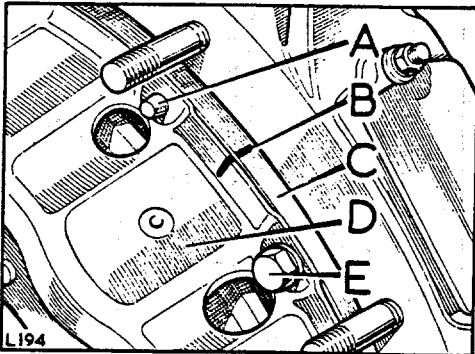

Abb. A1-114. Befestigung der Kupplung
7. Die Kupplung am Schwungrad montieren, und die vorgängig angebrachten Markierungen zur Übereinstimmung bringen. Siehe Abb. A1-114.